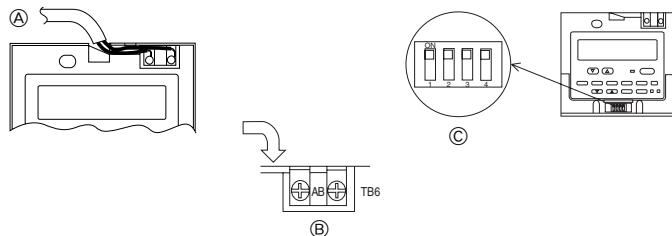

Fig. 6-4
2) Instruções de instalação (Fig. 6-4)
- ① Ligue o fio do controlo remoto ao bloco terminal.
- ② Ajuste o comutador Dip número 1 ilustrado abaixo quando for utilizar dois controlos remotos para o mesmo grupo.